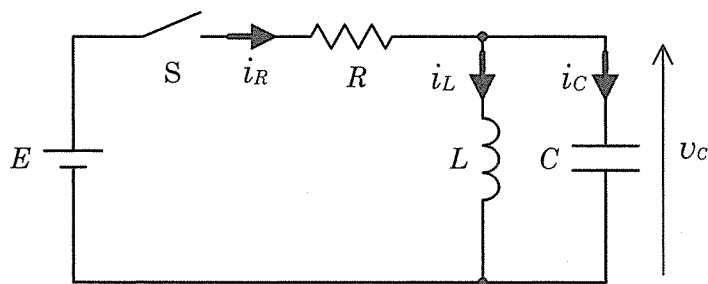

図 1
I 図 1 の回路において、次の (1), (2) の問いについて答えよ。ただし、抵抗 $R=1.0[\Omega]$ 、コイルのインダクタンス $L=0.4[\text{H}]$ 、コンデンサの静電容量 $C=0.1[\text{F}]$ 、直流電源の電圧 $E=20[\text{V}]$ とする。
(1) 最初に、スイッチ S は開いており、定常状態にある。このときのコイルの電流 $i_L=0$ 、コンデンサの両端の電圧 $v_C=0$ とする。そして、時刻 $t=0$ でスイッチ S を投入した。
- ① スイッチ S を投入した直後における各素子の電流 i_R , i_L , i_C の大きさを、 E , R , L , C のうち必要なものを用いて表せ。
- ② スイッチ S を投入後のコイルの電流 $i_L(t)$ を求める。 $i_L(t)$ に対する微分方程式を記せ。
- ③ 時刻 $t=0.2[\text{s}]$ におけるコイルの電流 $i_L(0.2)$ 、および、コンデンサの両端の電圧 $v_C(0.2)$ を求めよ。
(2) 次に、スイッチ S を投入してから十分時間が経過した状態にあるとする。
- ① スイッチ S を投入して定常状態にあるときの各素子の電流 i_R , i_L , i_C の大きさ、および、回路の消費電力を E , R , L , C のうち必要なものを用いて表せ。
- ② 時刻 t をあらたに定義し直し、スイッチ S を投入して定常状態にあるときから、時刻 $t=0$ でスイッチ S を開放した。コイルの電流 $i_L(t)$ に対する微分方程式を記せ。
- ③ コイルの電流 $i_L(t)$ の振幅と角周波数を求めよ。また、コンデンサの両端の電圧 $v_C(t)$ の振幅を求めよ。